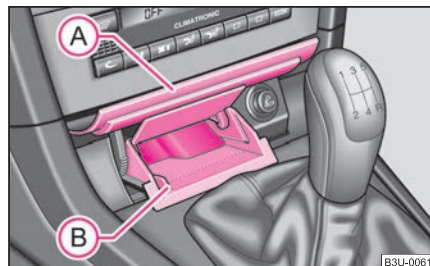

Fig. 87 Consolle centrale: posacenere aperto
- Pigiare sulla parte inferiore del coperchio del posacenere - punto **A** ⇒ fig. 87.
- Afferrare l'inserto posacenere **B** ⇒ fig. 87 dai due incavi laterali ed estrarlo.